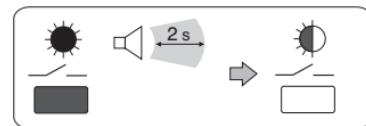

Abb. 8
- Halten Sie die **Taste "—"** gedrückt, bis ein einzelnes akustisches Signal ertönt; lassen Sie die Taste jetzt los: die **LED blinkt** (Abb. 8).